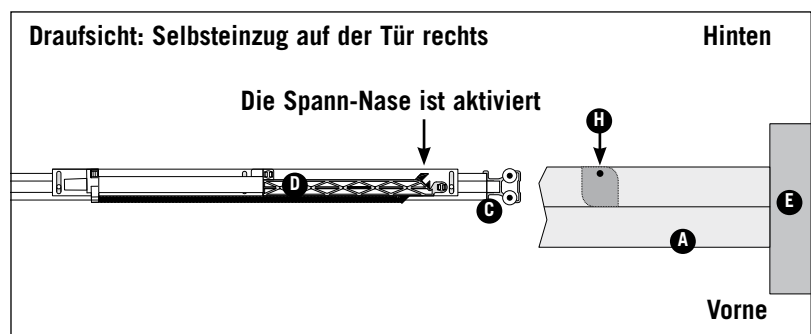

Bild 10 ▲
**Der Selbstzug (D) auf der Tür (C) ist rechts montiert. Der Mitnehmer (H) zeigt nach hinten.** (Bild 10).